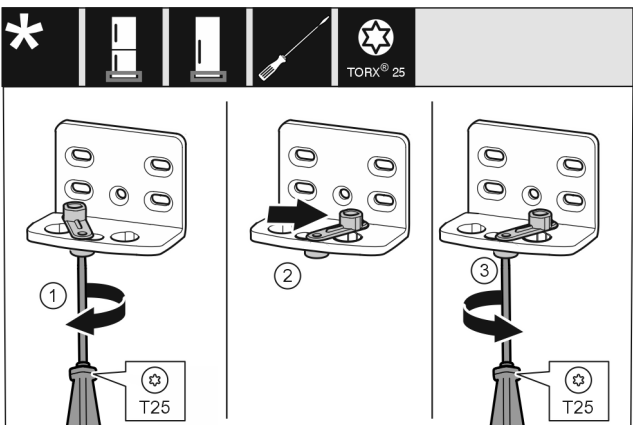

Fig. 11
- ▶ Открутите винт отверткой T25. Fig. 11 (1)
- ▶ Приподнимите фиксатор двери и поверните в отверстия на 90° направо. Fig. 11 (2)
- ▶ Затяните винт отверткой T25. Fig. 11 (3)